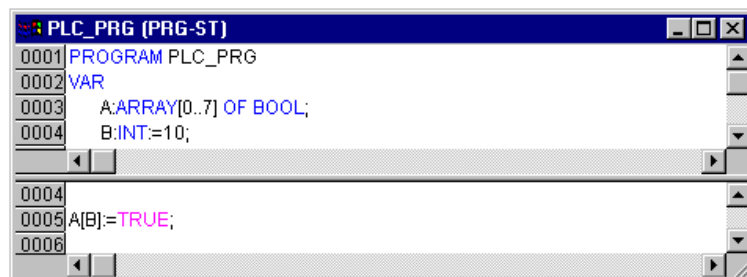

图 3-2-2 举例
- 若工程中没有上面所述的 CheckBounds 程序，在图 3-2-2 的例子中，A[B]应该为 A[10]，从而超出了数组 A 的最大上界值 7，程序编译时出错。
- 但因为工程中定义了上面的 CheckBounds 函数，所以执行图 3-2-2 的程序时，A[B]会被当作 A[7]来使用，将布尔量 TRUE 赋值给 A[7]，编译时不出错。